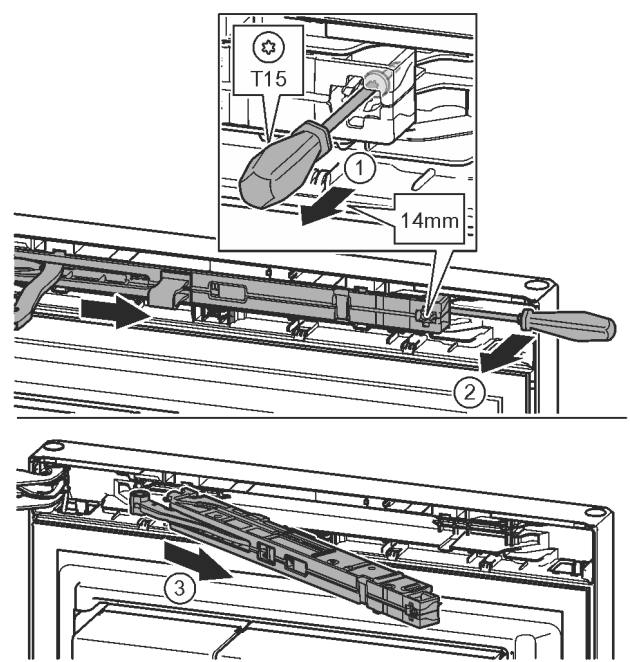

Fig. 10
- Schraube an Schließdämpfereinheit mit Schraubendreher T15 ca. 14 mm lösen. Fig. 10 (1)
- Mit einem Schraubendreher griffseitig hinter die Schließdämpfereinheit fahren und nach vorne drehen. Fig. 10 (2)
- Schließdämpfereinheit herausziehen. Fig. 10 (3)